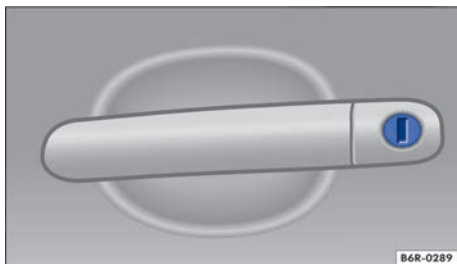

Fig. 54 Manilla de la puerta del conductor con botón de cierre.
- Introducir la varilla de la llave en el bombín de cierre y destrabar o trabar el vehículo → fig. 54.